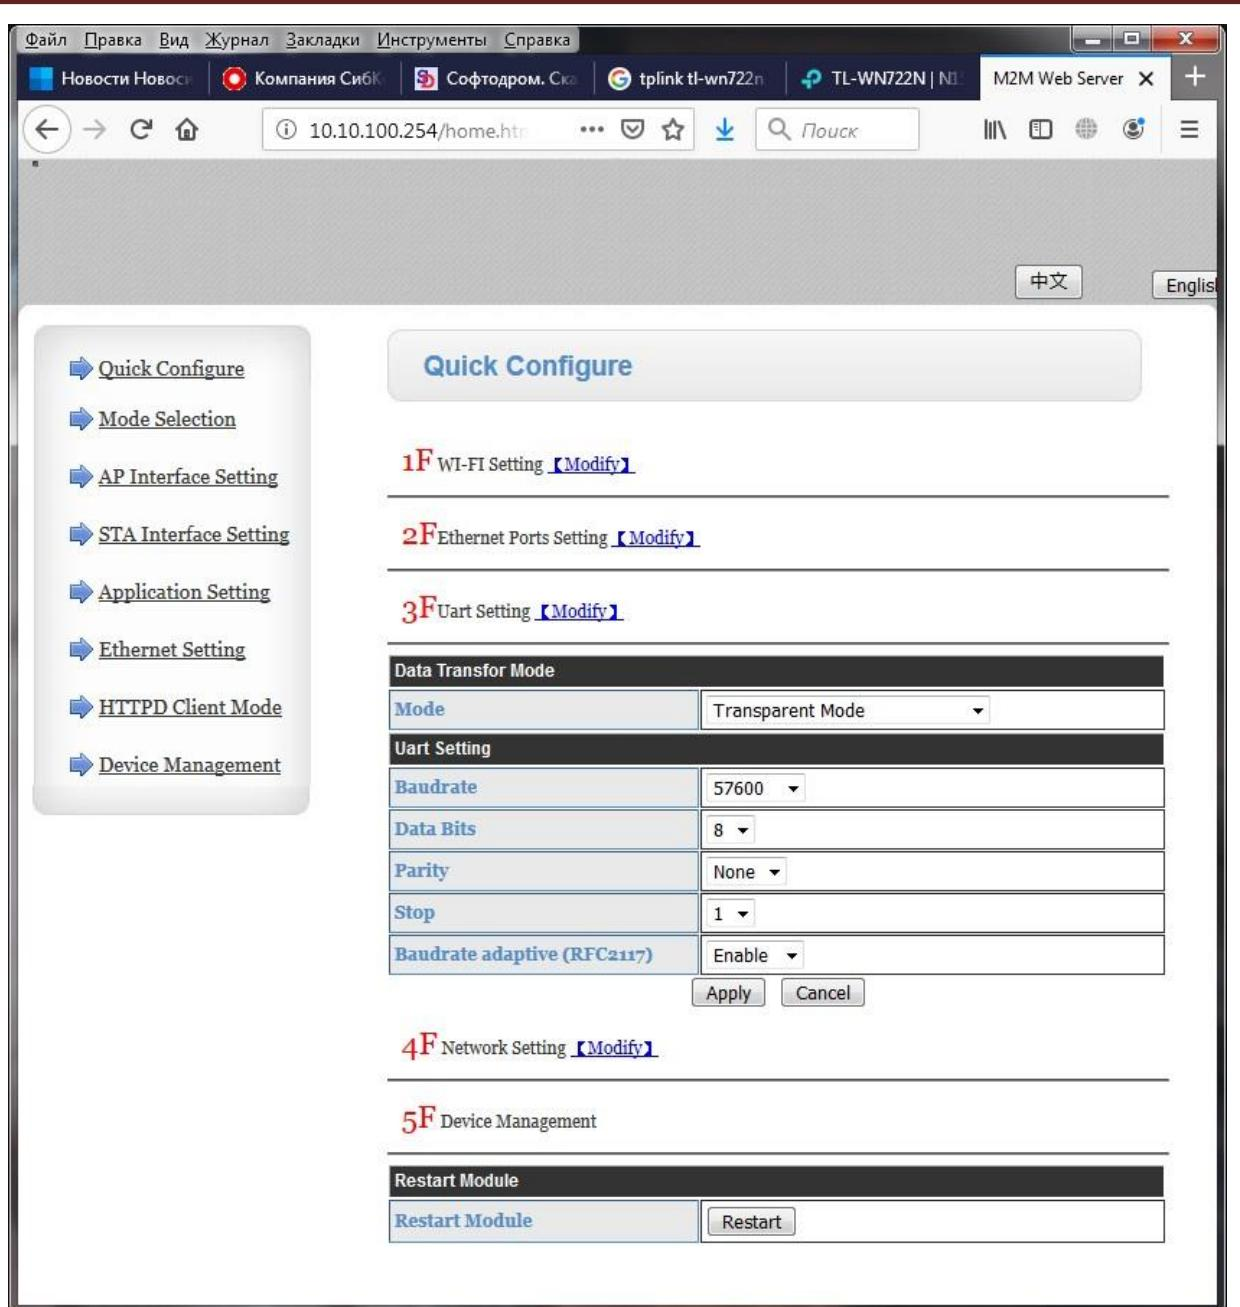

Рисунок 2.9. Настройки Uart порта преобразователя
2.1.6.5 Откройте вкладку Quick Configure->Uart Settings (рис. 2.9). Установите значение Mode в Transparent Mode. Проверьте, что значения остальных параметров соответствуют указанным в таблице 2.2. Нажмите кнопку «Apply».